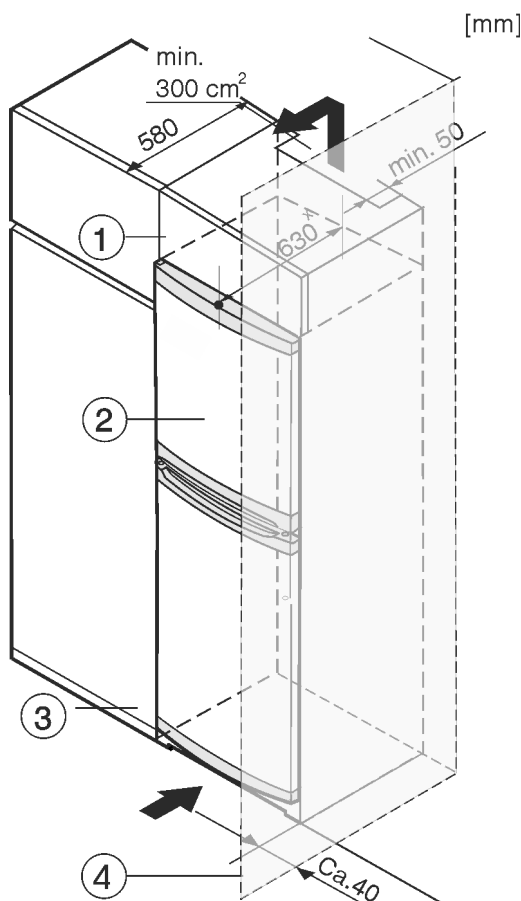

Fig. 8
- (1) Mobile da appoggio
- (2) Apparecchio
- (3) Mobile da cucina
- (4) Parete
L'apparecchio può essere incassato in mobili da cucina. Per adattare l'apparecchio Fig. 8 (2) all'altezza della cucina componibile, è possibile applicare sopra l'apparecchio un mobile da appoggio Fig. 8 (1).
Per il montaggio tra due mobili da cucina (profondità max 580 mm) è possibile posizionare l'apparecchiatura direttamente accanto al mobile da cucina *Fig. 8 (3)*. L'apparecchiatura sporge rispetto al frontale del mobile da cucina di 34 mm x ai lati e di 50 mm x al centro dell'apparecchiatura.
Se si installa l'apparecchiatura con le cerniere accanto a una parete *Fig. 8 (4)*, la distanza tra l'apparecchiatura e la parete deve essere di almeno 40 mm, che corrisponde alla sporgenza della maniglia a porta aperta.